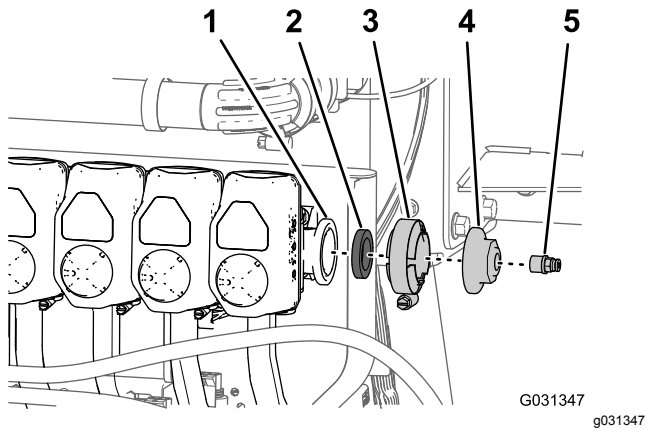

Figure 183
1. Retirez le raccord de tube du chapeau sur la bride à l'extrémité droite de la vanne de buse 10 (Figure 183).
2. Retirez le collier bride, le joint et le chapeau d'extrémité de la vanne de buse 10 (Figure 183).